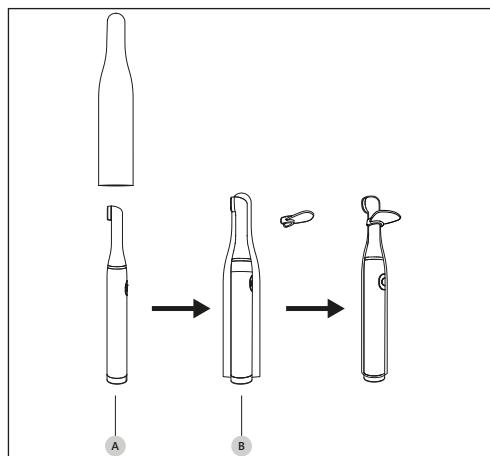

Figura 8 – Conexión de los Accesorios
2. Introducir la funda protectora desechable en el mango (Figura 8 en página 15 - Ref. A);
3. Fijar la protección óptica en el mango (Figura 8 en página 15 - Ref. B).